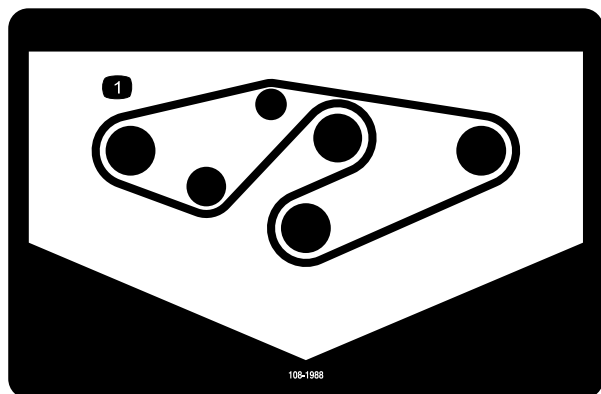

Figura 34
4. Pase la correa nueva alrededor de las poleas de los ejes y del conjunto de la polea tensora, según se muestra en Figura 34.